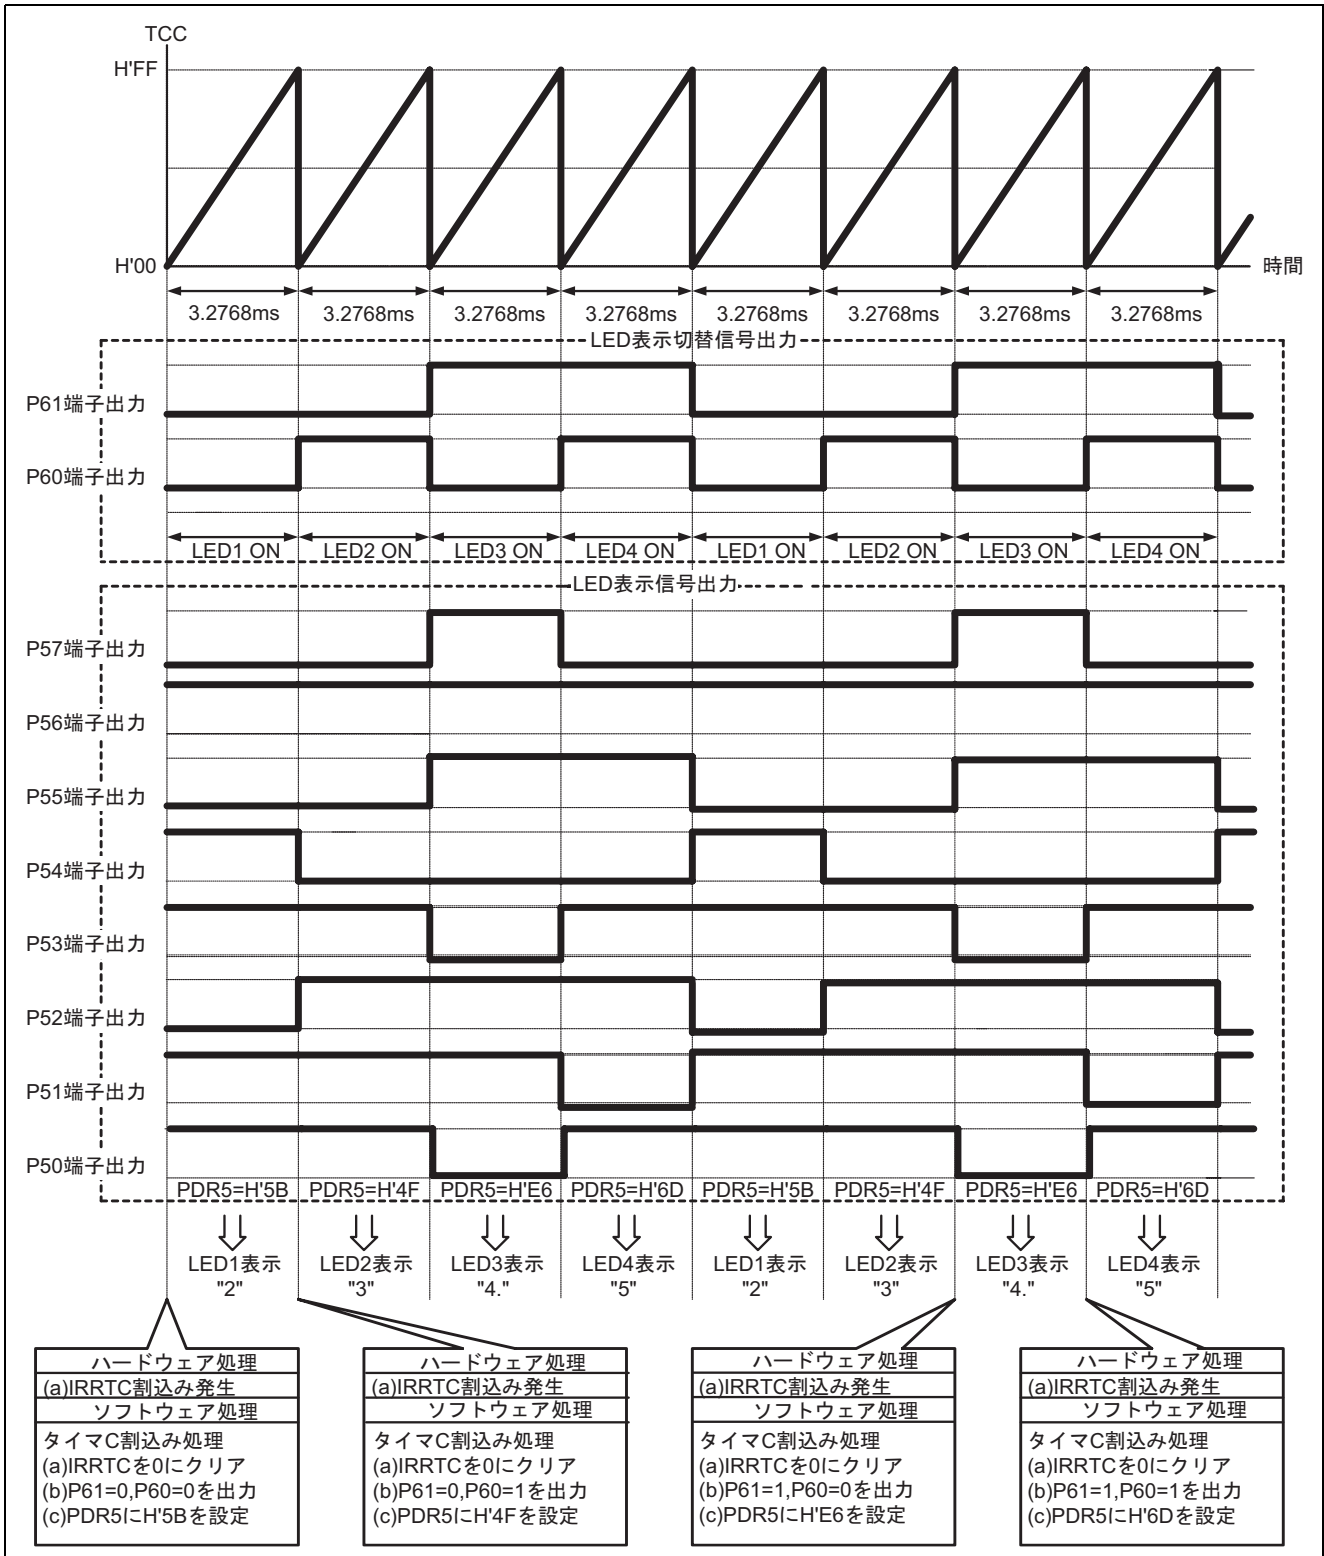

図9 7セグメントLED表示制御の動作原理
2. 7セグメントLEDの表示制御の動作原理について説明します。図9はLED4~LED1に”54.32”を表示する場合の動作原理について説明しています。図9に示すようにタイマCオーバフロー周期ごとにLED1~LED4を順番に表示させることにより7セグメントLEDのダイナミック表示を行っています。